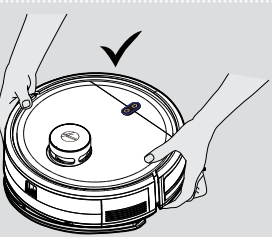

Рис. 22
**ВНИМАНИЕ!** Перед обслуживанием убедитесь, что прибор выключен. Всегда осуществляйте подъем и переноску обеими руками и следите за тем, чтобы робот-пылесос держался ровно. [Рис. 22]